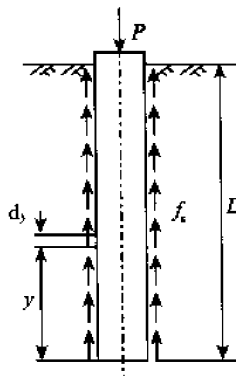

图 2-47
2. 如图 2-47 所示受压柱, 长 L , 不考虑重力作用, 求其在作用力 P 的作用下, 柱的压缩量。